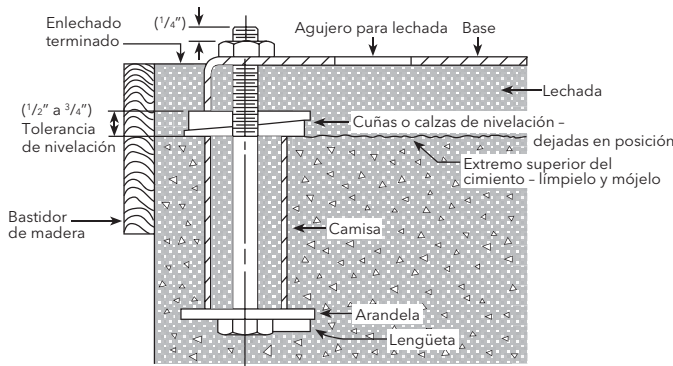

Figura 1
2.3.1. La plancha de asiento debe enlecharse a un cimiento con base sólida. Consulte la Figura 1.